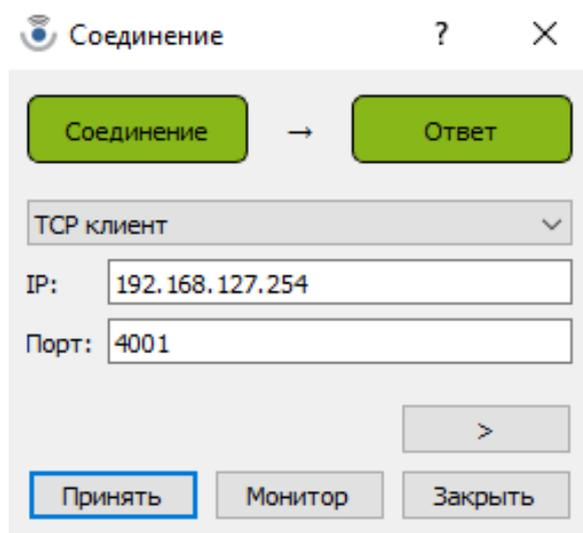

Рисунок 29 – Вкладка «Наведение»
3.3.3.2.5 Окно «Соединение» (рисунок 29)